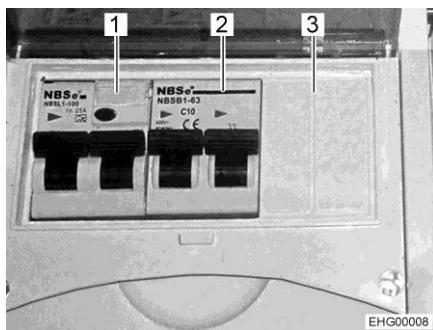

Fig. 93 Scatola dei fusibili supplementare
Le prese sono protette da un interruttore di sicurezza (Fig. 93,2) e da un interruttore di sicurezza per correnti di guasto (Fig. 93,3) in una scatola dei fusibili (Fig. 93,1) aggiuntiva.
- Se il veicolo è collegato all'alimentazione a 230 V, premere il tasto di controllo sull'interruttore di sicurezza per correnti di guasto (Fig. 93,3). L'interruttore di sicurezza per correnti di guasto (FI) deve scattare.